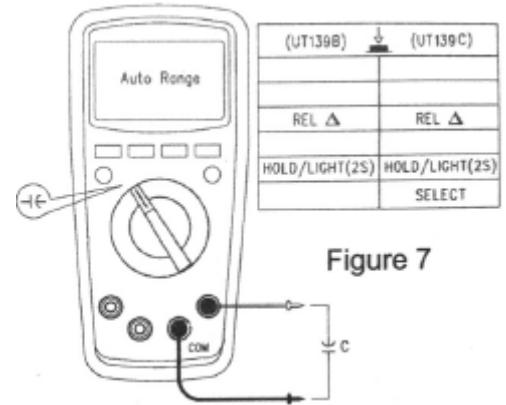

Figure 7
5) Измерение емкости (только для UT139B/C) (смотреть Figure 7)